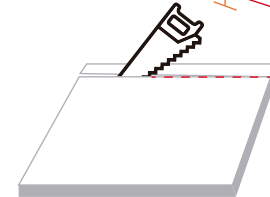

Fig. 2
- 2 Medir la altura de piso a cielo, trasladar esta cota sobre el **Revestimiento Térmico** restando 20 mm, trazar la línea de corte y cortar con sierra circular o serrucho de mano por el lado de la **Placa de yeso-cartón**. **Fig2**